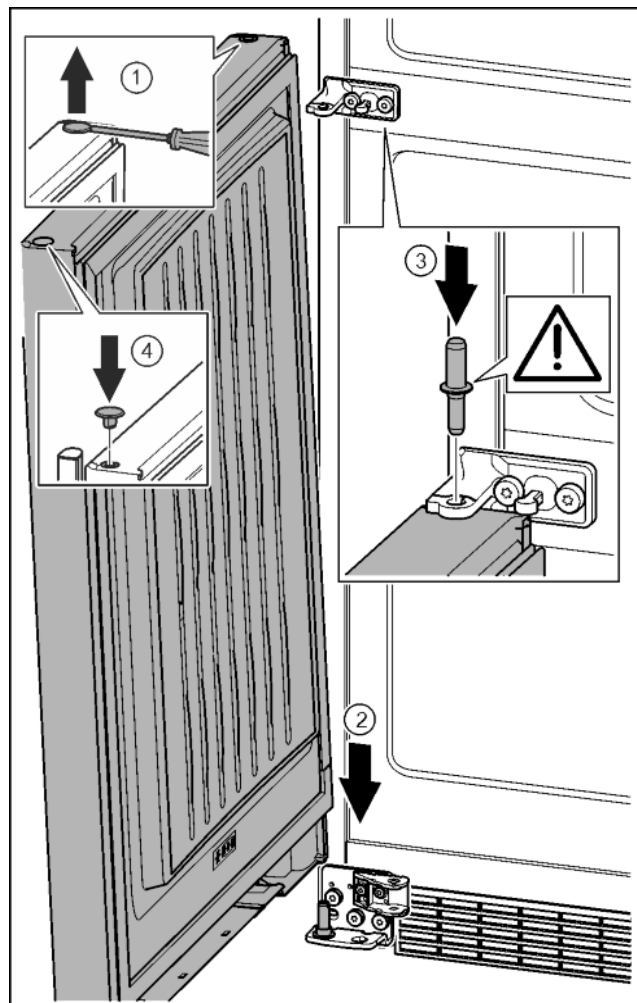

Fig. 40
- ▶ Stopfen vorsichtig mit einem Schlitzschraubendreher anheben und herausziehen. *Fig. 40 (1)*
- ▶ Tür von oben auf den unteren Lagerbolzen aufsetzen. *Fig. 40 (2)*
- ▶ Lagerbolzen Mitte durch Lagerbock Mitte in die untere Tür einsetzen. Dabei darauf achten, dass der Rastnocken nach hinten zeigt. *Fig. 40 (3)*
- ▶ Stopfen auf der anderen Türseite wieder einsetzen. *Fig. 40 (4)*